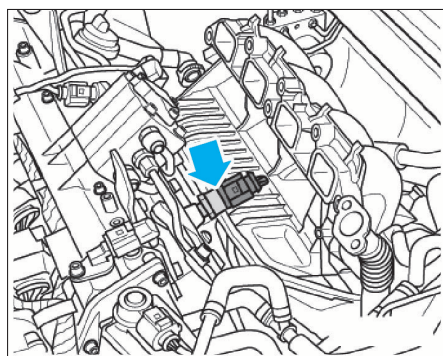

FIG. 40
- Débrancher le connecteur (flèche) puis déposer le capteur de pression du carburant (Fig.40).